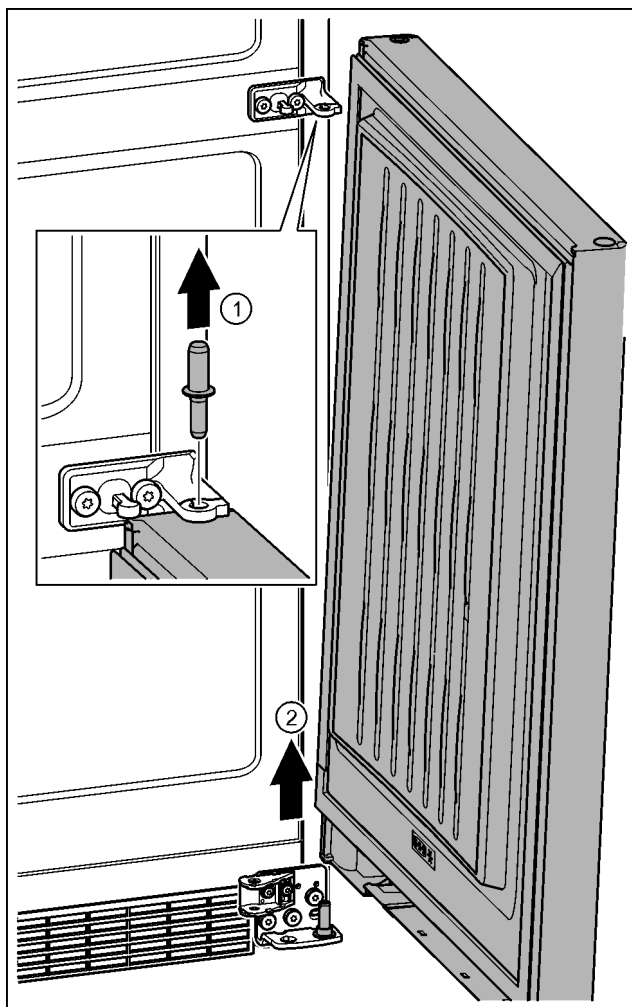

Fig. 27
- ▶ Čep vytáhněte nahoru. Fig. 27 (1)
- ▶ Dveře vysaďte, vytáhněte nahoru a odložte stranou. Fig. 27 (2)